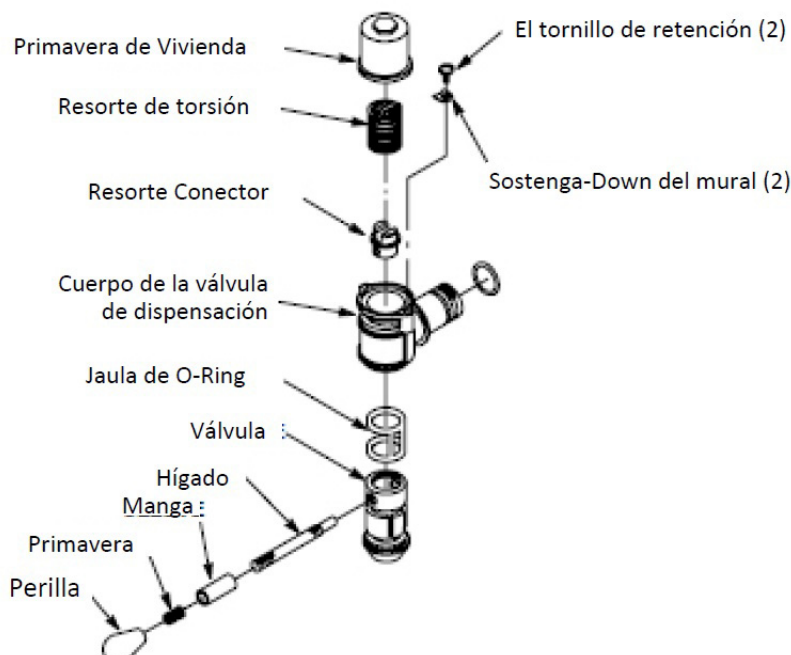

Figura 38. Cierre La Válvula De Dispensación
6.	Desmonte la válvula de dispensar (ver Figura 38).